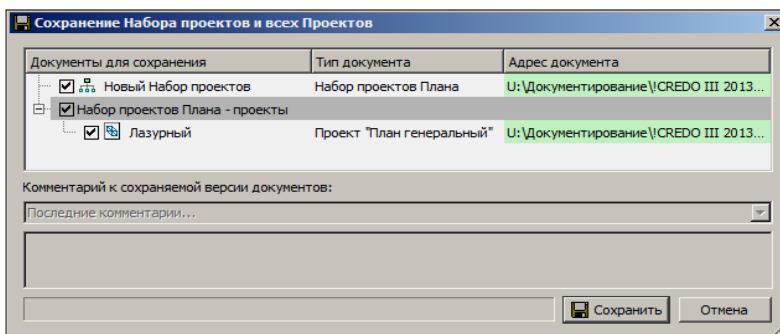

Рис. 3.19
- Откроется диалог **Сохранение Набора проектов и всех Проектов** с заданным адресом НП. По этому адресу автоматически формируются адреса всех проектов в составе НП. В данном диалоге при помощи флажков можно выбрать документы для сохранения, здесь же можно изменить адреса хранения и имена НП и отдельных проектов (рис. 3.19).
- Нажмите кнопку **Сохранить** (рис. 3.19). Сохранить данные предварительно выбранного проекта можно при по-